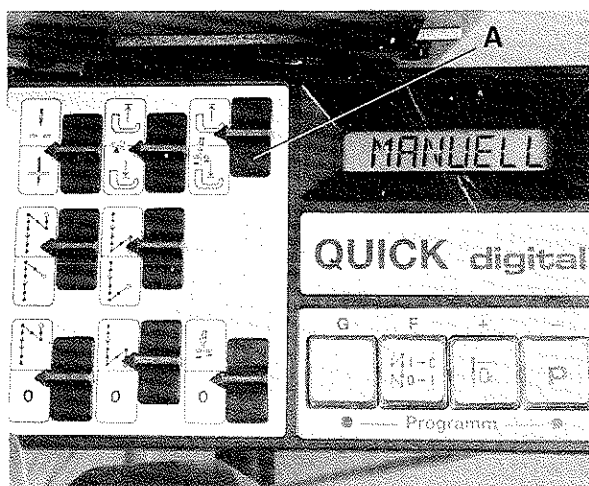

Fig.14
- 4.3 Move selector switch (A, Fig. 14) on motor operator panel down and up again and the tape is fed automatically under the presser foot. After each actuation of the cutter, this process can be repeated as often as required.
- 4.3 Schieben Sie den Wahlschalter (A, Fig. 14) am Motor-Bedienfeld nach unten und wieder nach oben und das Band wird automatisch unter den Drückerfuß transportiert. Dieser Vorgang kann nach jedem Betätigen der Schere beliebig oft wiederholt werden.